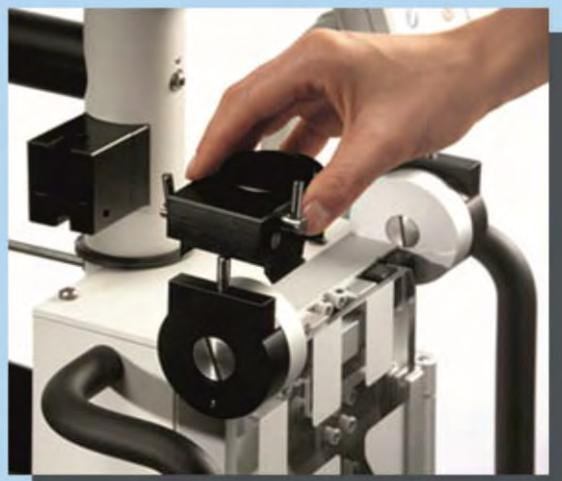

Рис. 107: Снятие держателя фильтра
5. Снять держатели флаконов (см. Рис. 9, стр. 29, № 2, 5 и 8) вверх (см. Рис. 107, стр. 110).